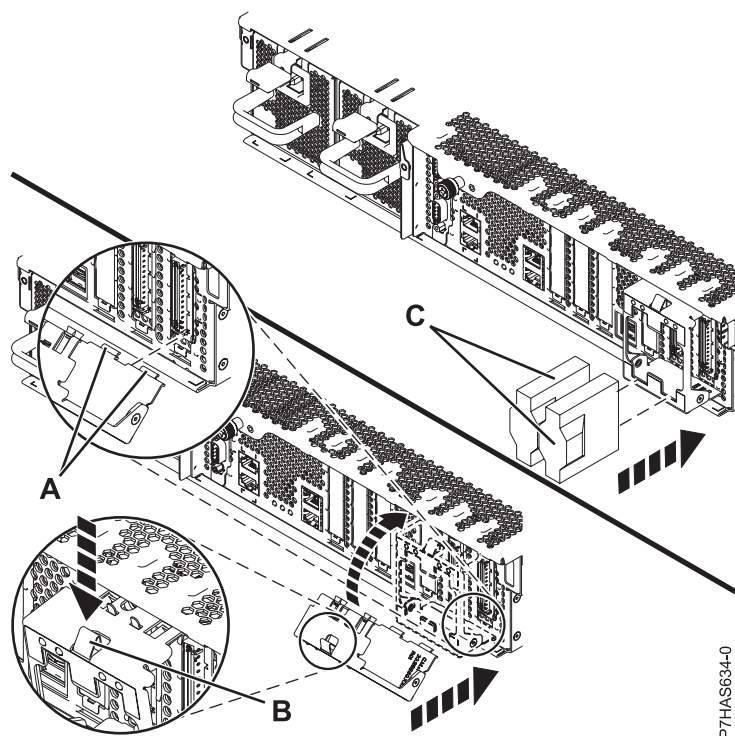

Figura 5. Instal·lació de la peça de subjecció de retenció de cables
16. Si se subministra la peça de subjecció de retenció de cables **(A)**, que es mostra a Figura 5 a la pàgina 6, dueu a terme els passos següents:
- b. Feu pivotar la peça de retenció del cable cap al xassís i premeu la brida de la peça de retenció (B) al forat del xassís per assegurar la peça.
17. Des de la part posterior del sistema, connecteu els cables de l'adaptador (C).